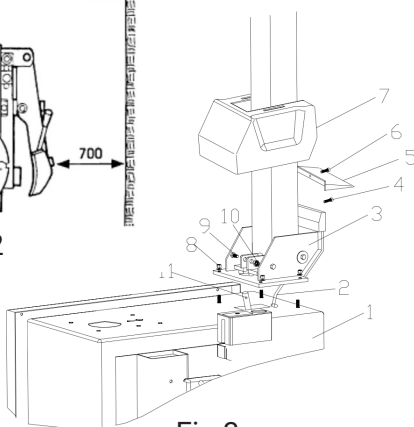

Fig 3
2. Placera svänggångjärnen (3, bild 3) på stammen (1, bild 3) med 4 skruvar (M12), träd luftslangen (2, bild 3) genom hålet i pelaren. Dra åt 4 låsmutterar (8, bild 3).
3. Sätt bulten (9, bild 3) i hålen i både pelare och den lutande cylinderarmen (11, bild 3), dra åt den med en låsmutter (10, bild 3).
(2, bild 3) som tidigare nämnts till sidhålen som styr den lutande 5-greniga ventilen. Sätt tillbaka det vänstra locket.
5. Fäst plastkåpan (7, bild 3) med två bultar (4, bild 3).
6. Montera bakre plastkåpan (5, bild 3) pelaren med skruv (6, bild 3).